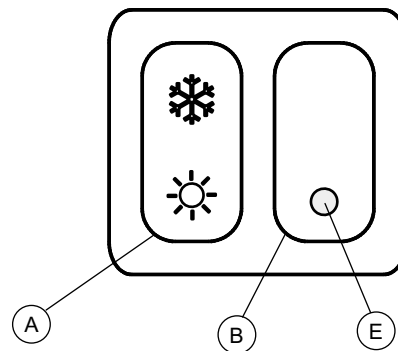

Figure 1 – BOITIER DE CONTRÔLE
4. Sélectionner le bouton A été/hiver à la position hiver ❄️ (Figure 1)
7. En cas contraire, la boîte de contrôle bloque l'appareil en allumant le voyant E de bloc sur le bouton B de réarmement (voir Figure 1).